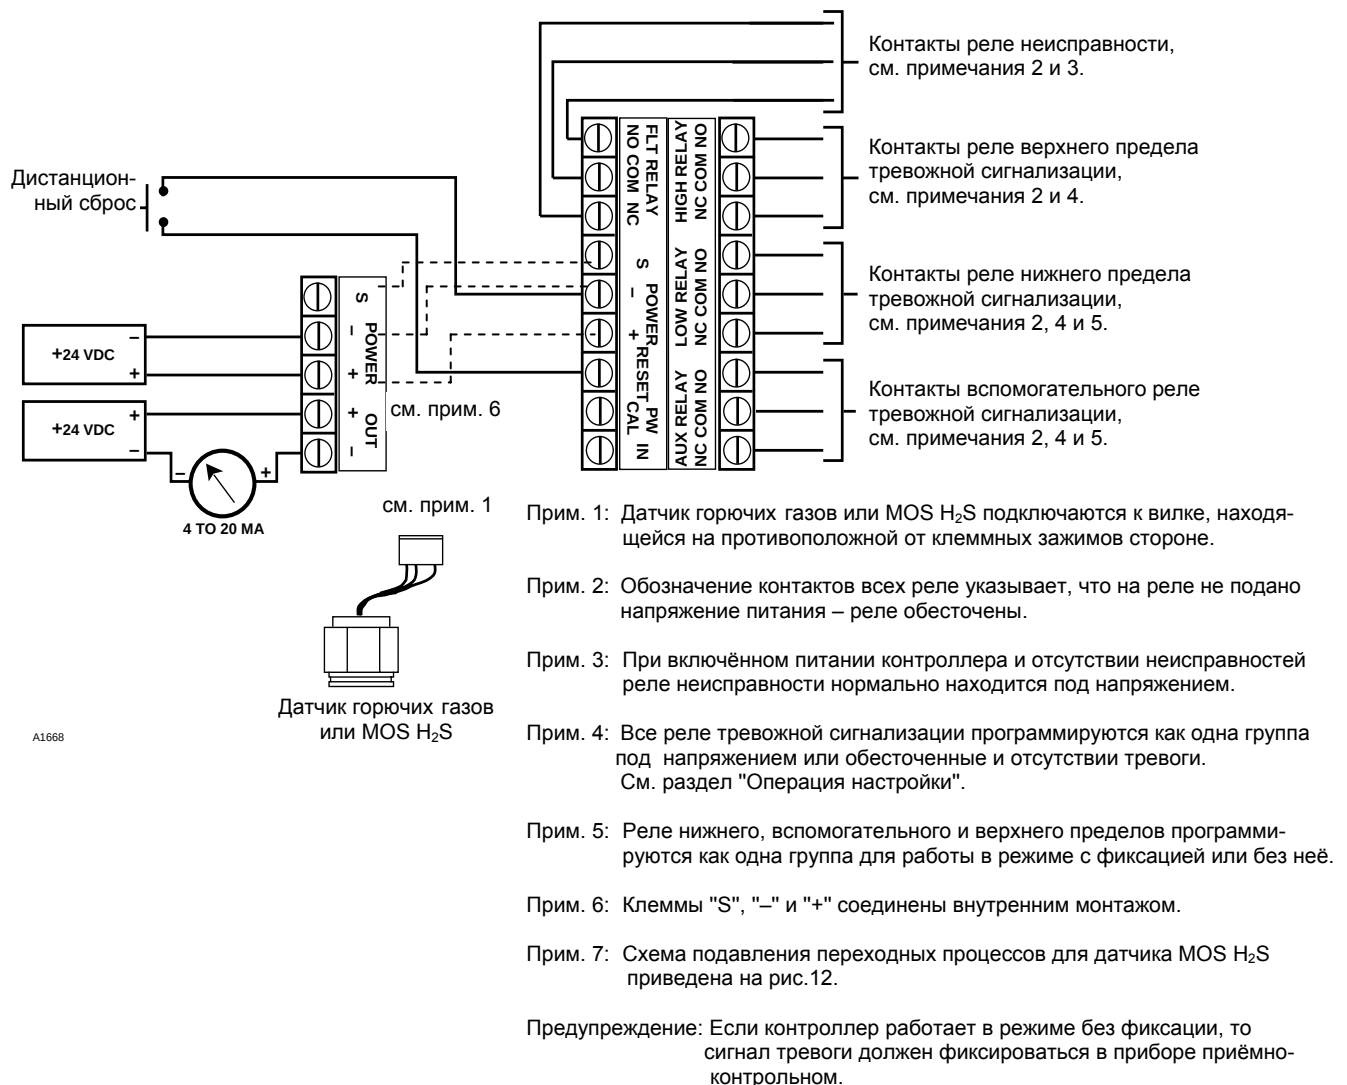

Рис. 7. Типовая схема подключения контроллера U9500 с датчиком горючих газов или MOS H₂S, с изолированным токовым выходом и релейными выходами.
9. Подсоединить провода питания и токового выхода к соответствующим винтовым зажимам. Примеры подсоединений к контроллеру приведены на рис. 7, 8 и 9. Соединить экран кабеля с винтом заземления в источнике питания. В нормальных условиях экран контрольной панели или кабеля **не должен** заземляться в корпусе контроллера.
10. Для подключения внешних нагрузок к релейным выходам при использовании моделей с реле пользоваться схемами рис. 7 и 8. При использовании моделей без реле перейти к пункту 11.
11. Для приведения контроллера в исходное состояние (сброс) к нему может быть подсоединён дистанционный выключатель, как показано на рис. 7, 8, 9 и 10. Для подсоединения выключателя рекомендуется использовать экранированный провод.
- Рисунок 7 — Типовая система для контроллера с датчиком горючих газов или MOS H₂S, изолированным токовым выходом и релейными выходами.